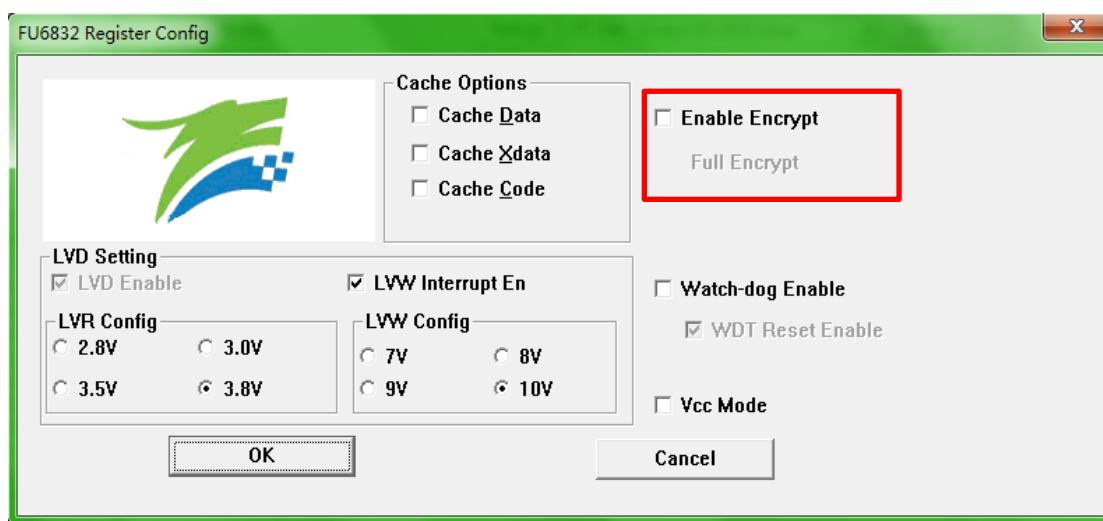

图 34-2 代码保护全保护模式
2. 按照图 34-2 所示进行选择并设置，点击 OK。然后编译工程并下载，得到 BIN 文件并烧录到 Flash 后即可达到代码保护的效果。